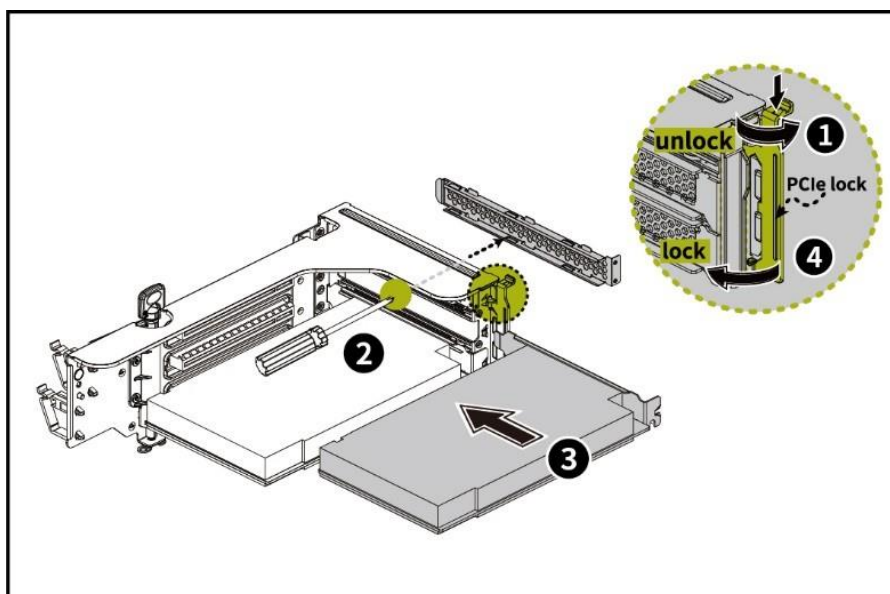

Рисунок 50 – Установка сетевой карты в модуль 3PCIe
4.6.12.2 Установку сетевой карты в модуль 3PCIe выполнять в следующем порядке (см. рисунок 50):